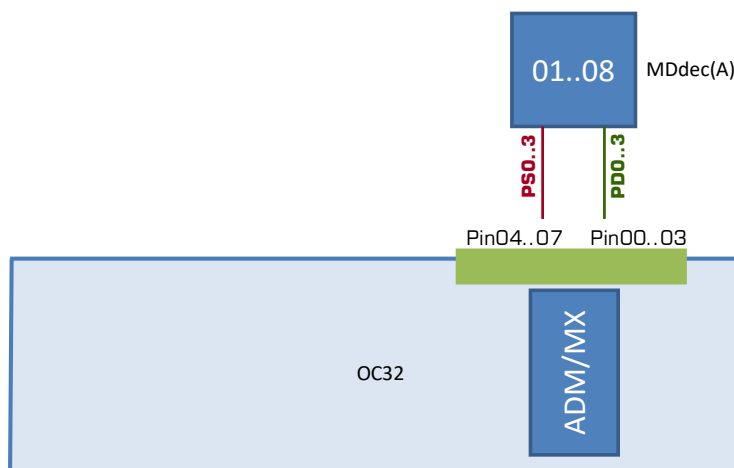

Fig 6: Verdrahtung einer Matrix für 8 Weichen
Verbinden Sie das OC32 und das MDdec(A) wie in Abbildung 6 schematisch dargestellt.